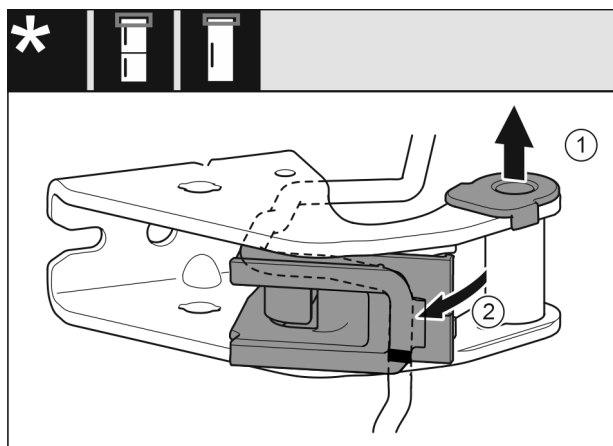

Fig. 26
- ▶ Извадете лагерната втулка от водача. *Fig. 26 (1)*
- ▶ Завъртете навън кабелния държач. *Fig. 26 (2)*